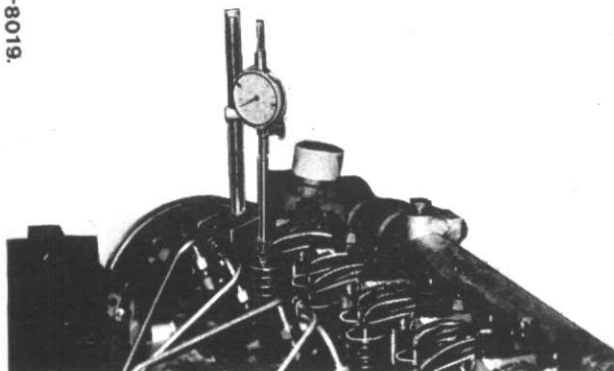

Figure 218
3. Positionnez le comparateur à cadran sur la culasse et mettez la pointe de touche sur le siège du ressort de la soupape d'admission du piston n° 1, fig. 218.